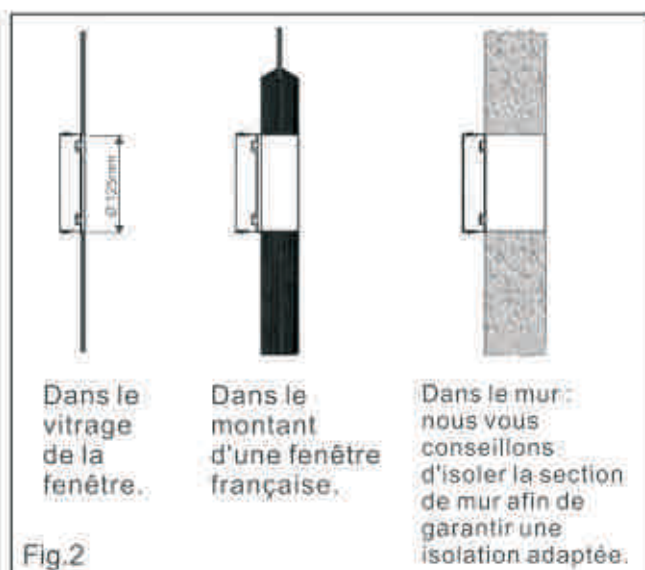

Fig.2
- Faceți o gaură într-un perete exterior sau într-un geam de fereastră. Respectați înălțimea și dimensiunile găurii date Fig. 2.